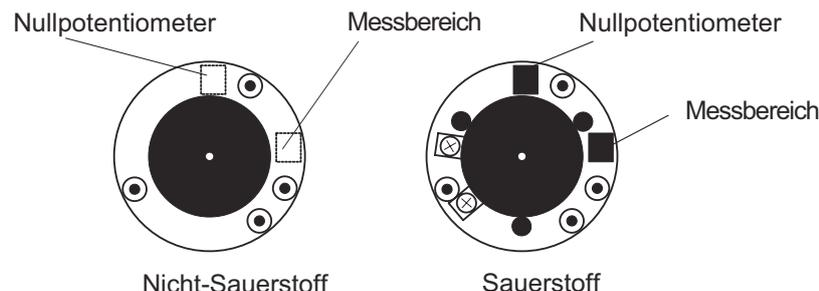

Abbildung 15: Null- und Bereichspotentiometer für Sensepoint Sensoren für toxische Gase
7. Das Sensorgehäuse öffnen. Hierzu die Sensorkappen-Baugruppe vom Sensorkörper abschrauben und durch eine Gaskappe (Teil-Nr. 2106D2097) und ein Strömungsgehäuse ersetzen. Wenn der Ausgabewert ohne zugeführtes Gas nicht Null lautet, das Nullpotentiometer über die Zugangsöffnungen in der Gaskappe justieren (siehe Abbildung 15), bis Null angezeigt wird.
17. Das Bereichspotentiometer über die Zugangsöffnungen der Gaskappe (siehe Abbildung 15) justieren, um eine Anzeige der Kalibriergaskonzentration zu erhalten.